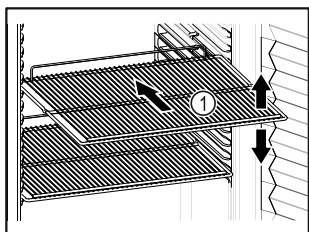

Fig. 61 Exempel
- Om gallren Fig. 61 (1) kan flyttas om ska de anpassas på höjden.